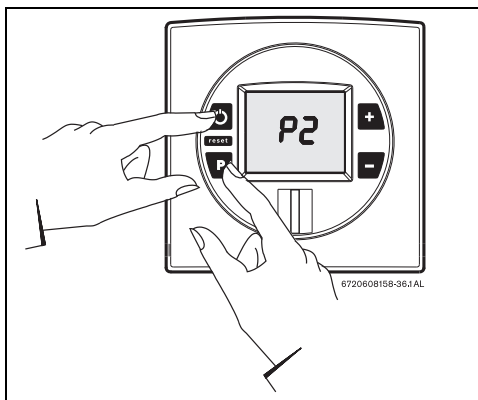

Fig. 48
- ▶ Mantener pulsada la tecla de programas y pulsar el interruptor principal ON/OFF para conectar el aparato (consultar la Fig. 48 ).